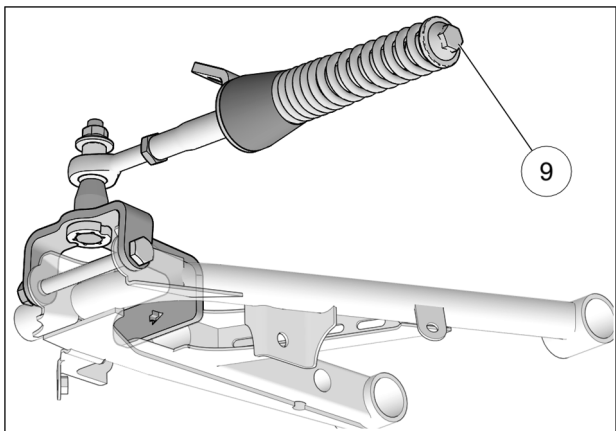

Fig. 11
10. Vérifier que le boulon du ressort (6) est serré au couple recommandé : 75 N•m [55 lb•pi]. Fig. 11